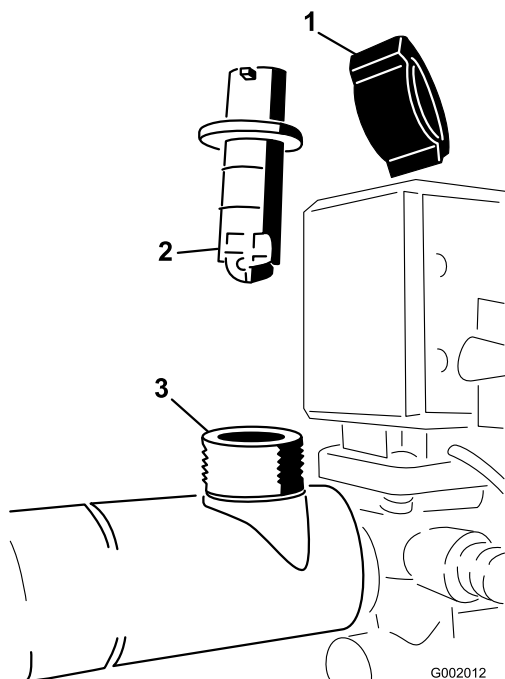

図 74
2. フローメータのボディについているリテーナ・キャップを取る(図 74)。